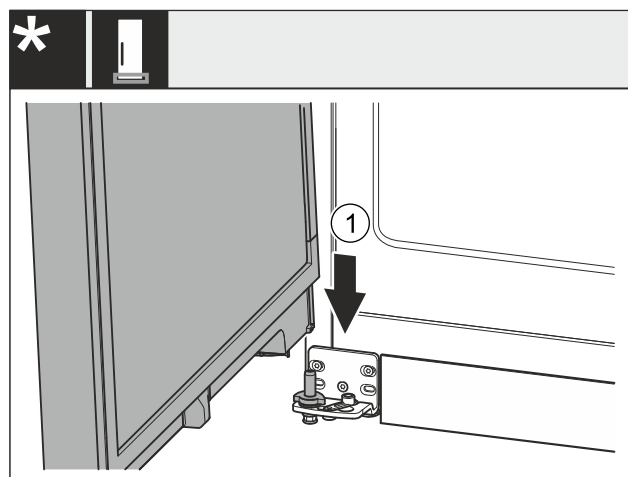

Fig. 43 *
- Pange uks ülaltpoolt alumisele laagripoldile Fig. 43 (1).*